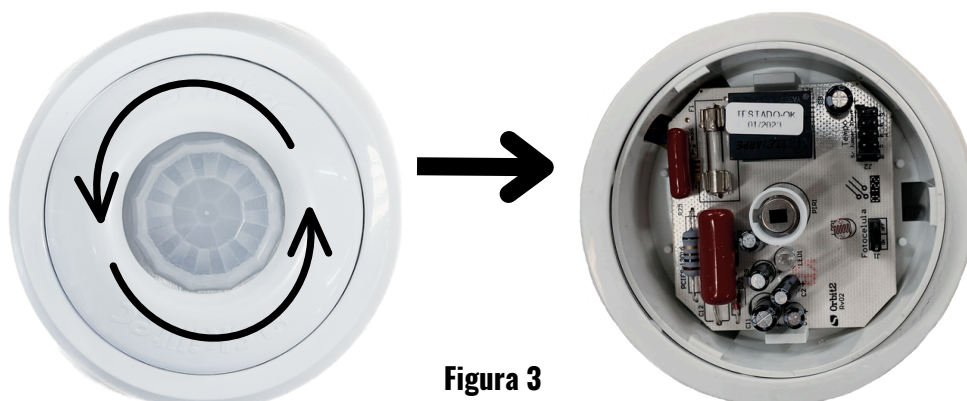

Figura 3
7. Abra o sensor retirando a tampa que contém a lente, girando no sentido anti-horário, conforme a figura 3;